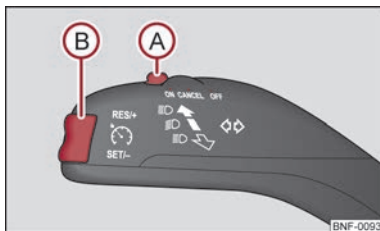

Fig. 63 Betjeningsarm: vippeknop og kontakt til fartpilot
Fartpiloten betjenes med kontakten (A) ⇒ Fig. 63 og vippeknappen (B) på den venstre multifunktionsarm.
- Tryk kontakten (A) til positionen ON.
- Når den ønskede hastighed er nået, skal du trykke vippeknappen (B) til position SET -.
- Du kan **øge** den gemte hastighed uden at træde på speederen ved at trykke vippeknappen (B) ⇒ Fig. 63 til position RES +.
Du kan **genoptage** den gemte hastighed at slippe bremse- eller koblingspedalen eller ved et kort øjeblik at trykke vippeknappen (B) ⇒ Fig. 63 til position RES +.
- Tryk kontakten (A) ⇒ Fig. 63 mod højre til position OFF.